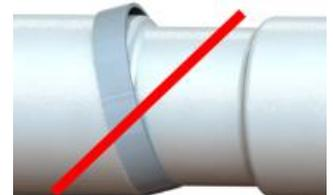

Abbildung 30
- Bringen Sie die Klemmen nicht schräg an (Abb. 30).
- Beachten Sie, dass der Schwerpunkt hinter der Stütze liegt. Um die beste Leistung zu erzielen, sollte sich der Drehpunkt auf dem Schwerpunkt und nicht direkt auf der Stütze befinden. (Abb. 30)